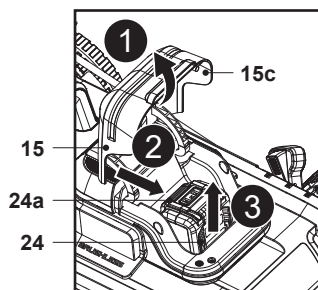

Fig. 9
1. Levante la tapa magnética (15c) y abra la tapa del compartimento de la batería (15) (Fig. 9, paso 1).
2. Pulse el botón de liberación (24a) para desbloquear el pestillo de la batería (24) (Fig. 9, paso 2).
3. Saque la batería (24) del compartimento de la batería (Fig. 9, paso 3).
4. Cierre la tapa del compartimento de la batería (15) con cuidado.